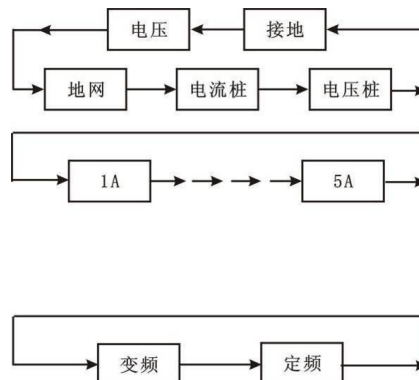

图 10 参数设定流程图
(3) 在光标当前所示项目，按 、 键可进行该项菜单的变更，并循环指示，流程见图 10 所示。
(4) 将菜单变更至与测试要求相对应后即可按选择键进行下个项目的选择。